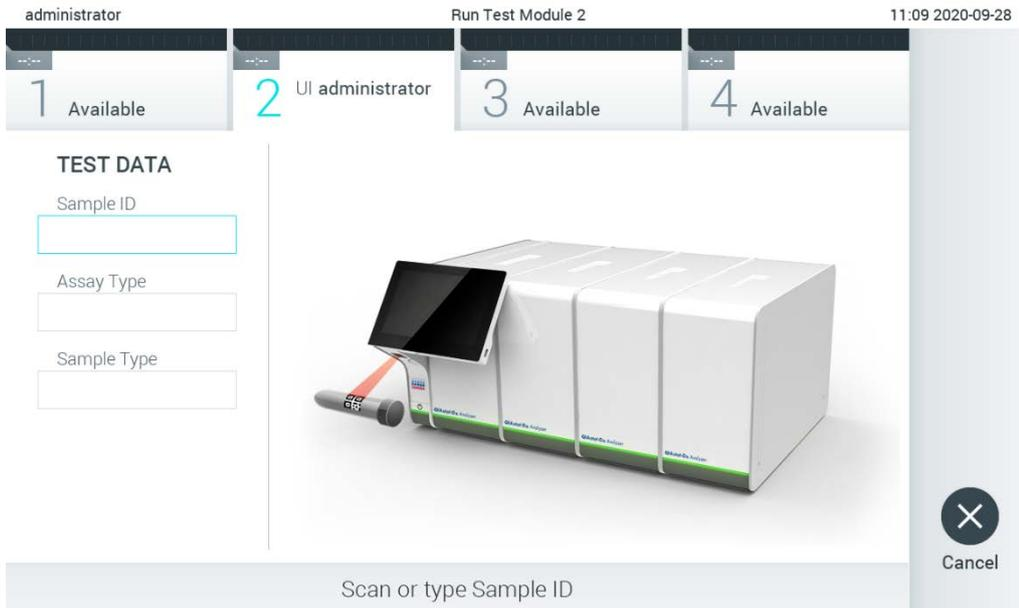

Figure 81. Scan du code-barres de l'ID d'échantillon.
2. Lorsque vous y êtes invité, scannez le code-barres de l'ID d'échantillon à l'aide du lecteur de code-barres intégré au module opérationnel (figure 81).